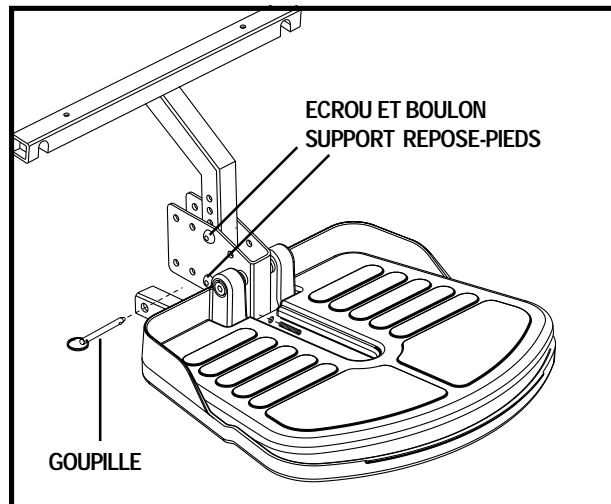

Figure 17. Hauteur du repose-pieds
1. Enlevez le boulon et l'écrou qui retiennent le repose-pieds. Voir la figure 17.